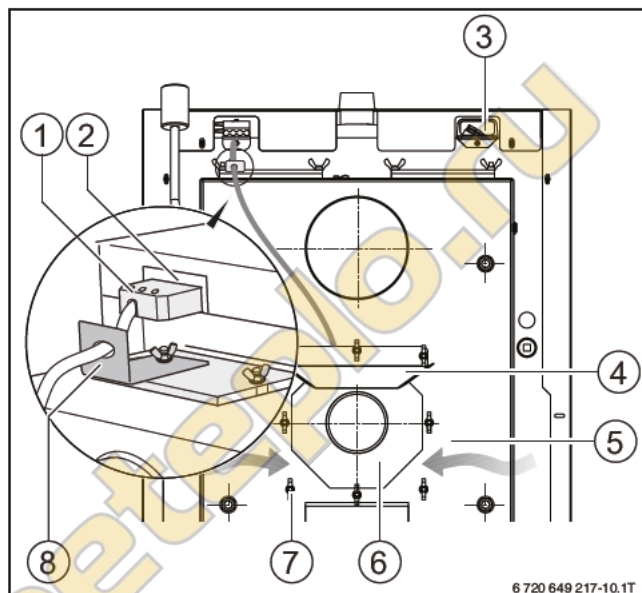

Рис. 29 Монтаж вытяжного вентилятора
Вытяжной вентилятор (→ рис. 29, [6], стр. 30) находится сзади котла на задней стенке коллектора дымовых газов (→ рис. 29, [5] стр. 30). Он закреплён барашковыми гайками (→ рис. 29, [7] стр. 30).
- ▶ Выньте штекер провода вентилятора (→ рис. 29, [2]) из розетки (→ рис. 29, [1]).
- ▶ Отсоедините держатель провода (→ рис. 29, [8]) на смотровом люке.
- ▶ Отверните барашковые гайки (→ рис. 29, [7]) и снимите защитный козырёк (→ рис. 29, [4]).